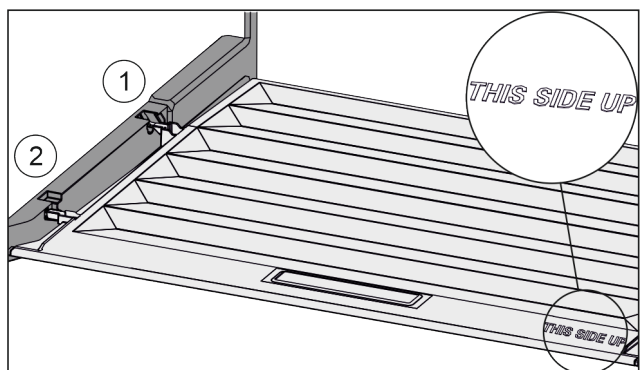

Fig. 32
- ▶ Deckelstege über Öffnung der hinteren Halterung *Fig. 32 (1)* einführen und vorne in Halterung *Fig. 32 (2)* einrasten.